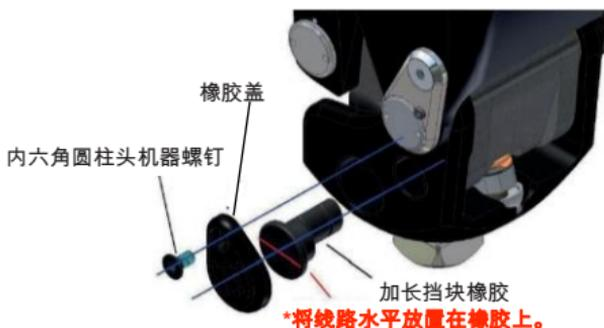

图19 更换伸展缓冲橡胶
3. 按图19所示的方向插入新的伸展缓冲橡胶。如果膝关节处于站立屈曲状态，它可以很容易地插入。